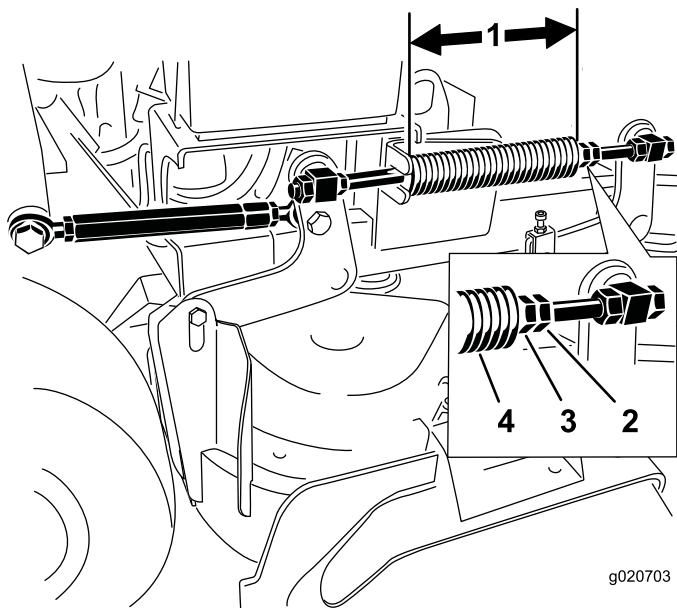

Figure 88
2. Vérifiez la longueur du ressort de compression. La longueur nominale est de 28,2 cm pour les plateaux de coupe de 91 cm et de 25,7 cm pour les plateaux de coupe de 102 cm (Figure 88).
3. Réglez cette distance en desserrant l'écrou de blocage du ressort et en tournant l'écrou devant chaque ressort (Figure 88).
4. Bloquez l'écrou en position en serrant l'écrou de blocage du ressort (Figure 88).